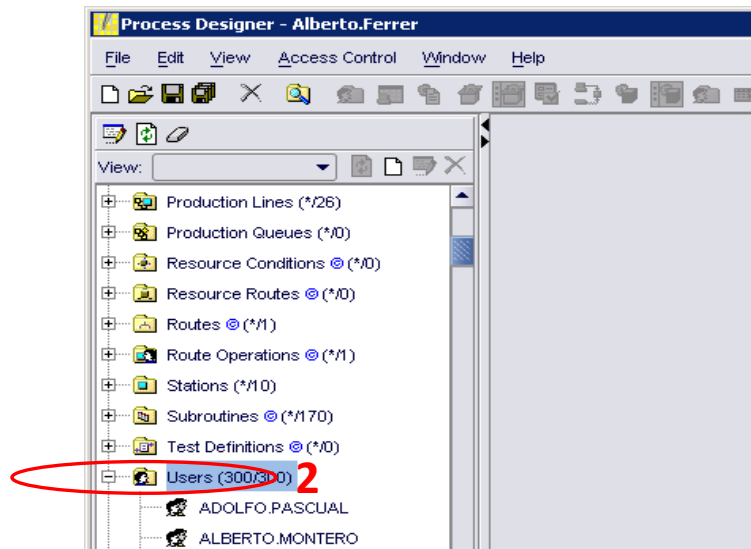

Imagen 51
2. - Desplegamos el grupo **Users** (Imagen 51):